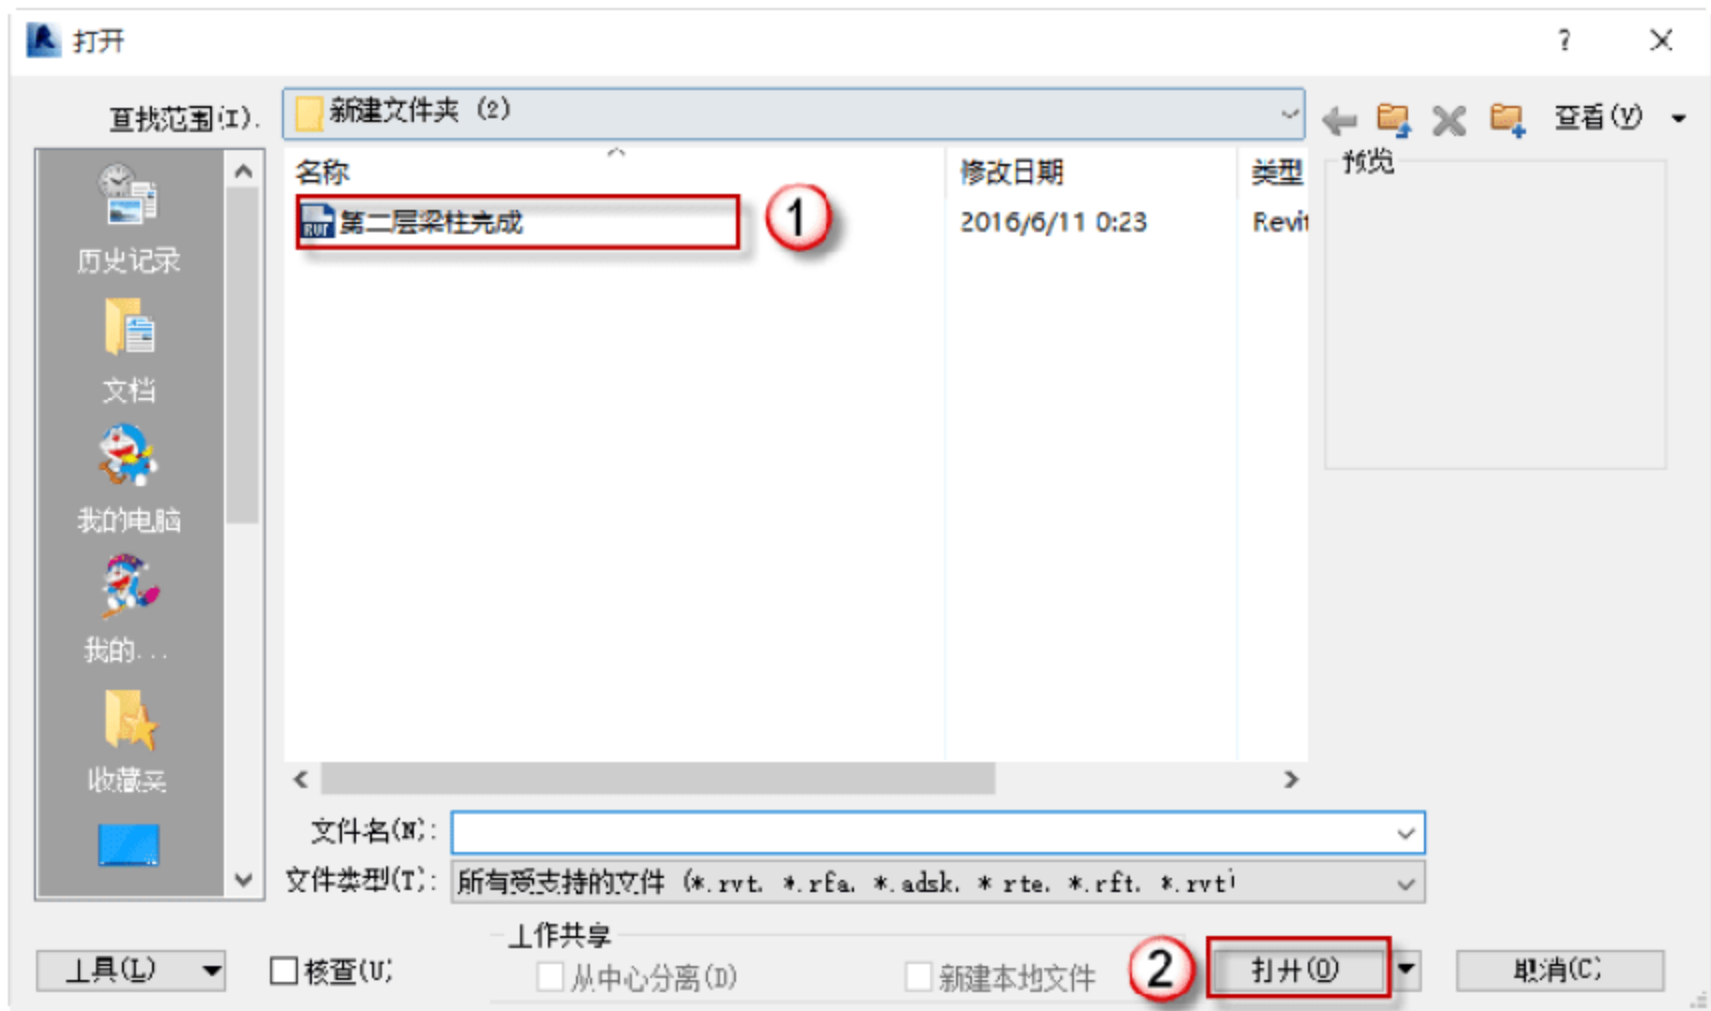

图 4.3.1 打开项目
(1) 打开项目文件。单击“打开”按钮，在弹出的对话框中打开保存的文件，或者直接单击“历史项目”按钮，如图 4.3.1 所示。